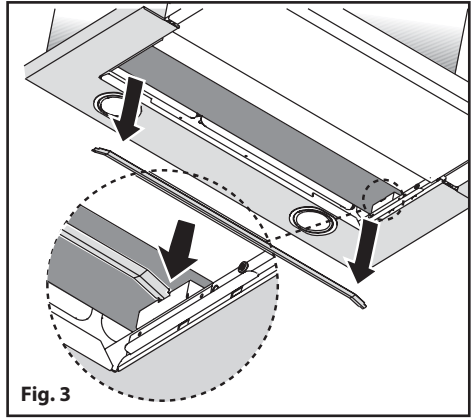

Fig. 3
- Nel caso in cui il prodotto sia in versione filtrante togliere il filtro a carbone rigenerabile tirando verso l'esterno la staffa e rimuovendola dalla propria sede (Fig. 3).